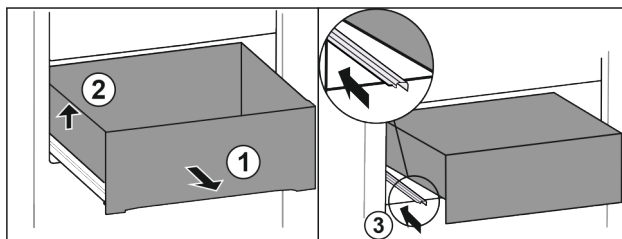

Fig. 89
- ▶ Вытяните выдвижной ящик до упора. Fig. 89 (1)
- ▶ Приподнимите выдвижной ящик слева. Fig. 89 (2)
- ▶ Вставьте левую направляющую. Fig. 89 (3)